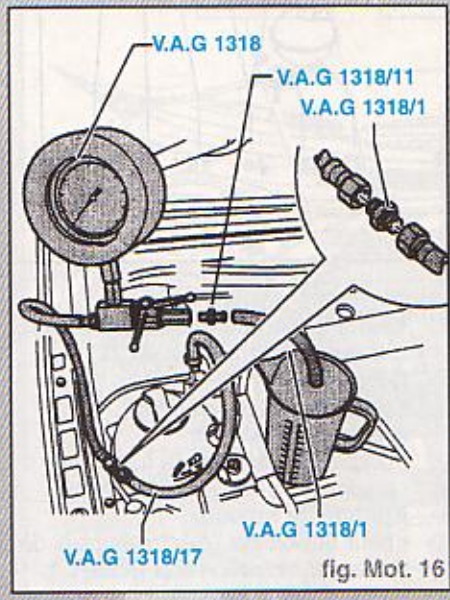

fig. Mot. 16
- Brancher le manomètre **VAG 1318** avec les adaptateurs **VAG 1318/23** et **VAG 1318/17** sur la conduite d'alimentation en carburant (fig Mot. 16).
- Fermer le robinet d'arrêt du manomètre (levier perpendiculaire au sens du débit (**position B**)) (fig Mot. 16).